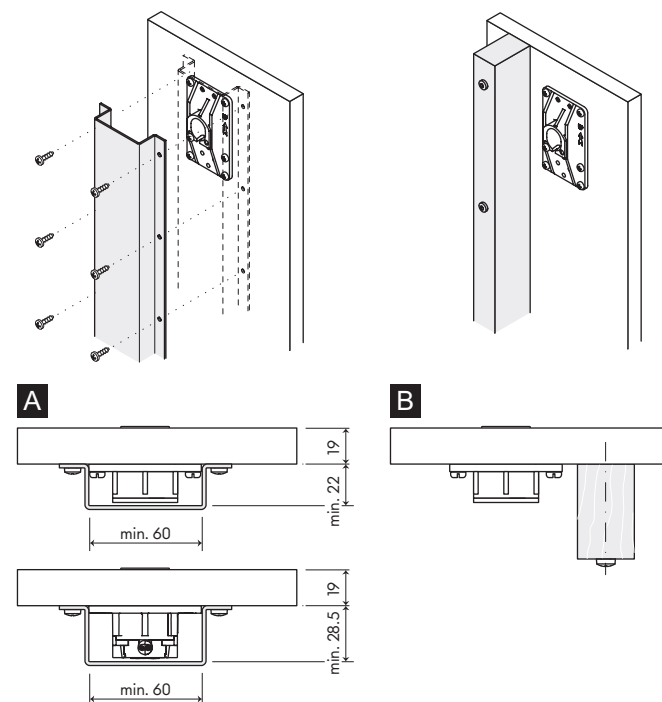

Fig. 7: Renforcement arrière
- Profilés angulaires (Fig. 7/A). Tenir compte des différentes hauteurs des platines (qu'ils soient électrifiés ou non).
- Montants en bois (Fig. 7/B)